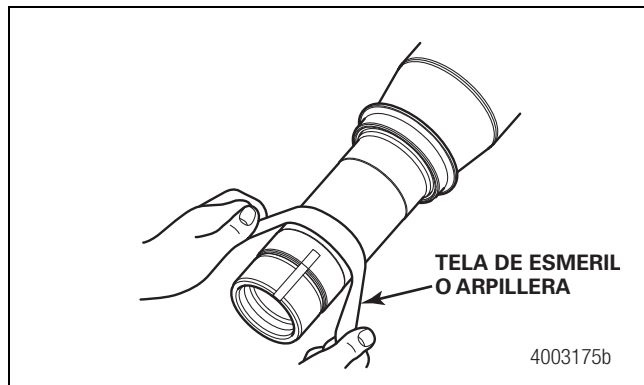

Figura 4.2
1. Inspeccione todas las superficies torneadas del conjunto del eje. Repare cualquier rayadura, mella o superficie estropeada con una tela de esmeril o arpillera. Figura 4.2.